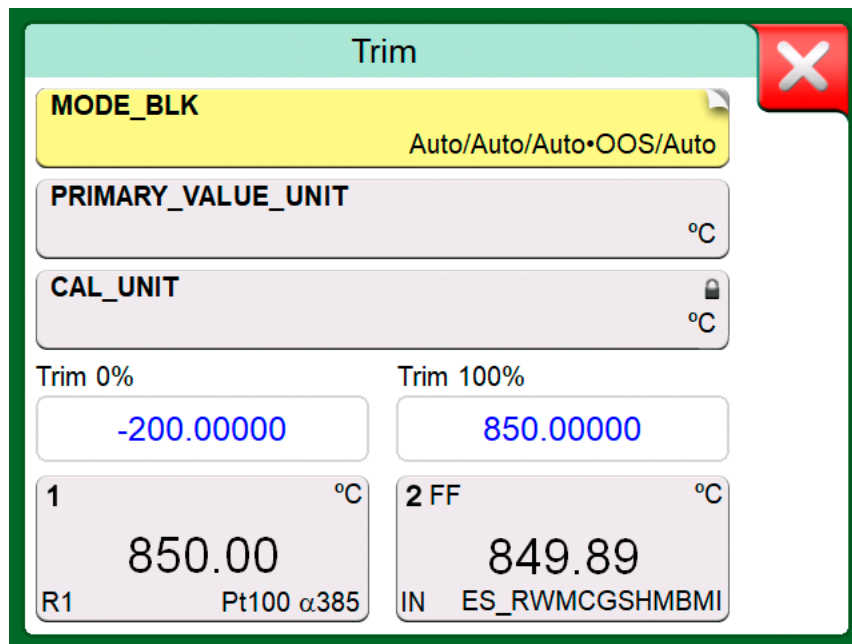

Abbildung 126: Beispiel des Abgleichfensters eines Feldbus-Instruments
Über die Menü-Option **Abgleich starten** wird ein Fenster wie in Abbildung 126: Beispiel des Abgleichfensters eines Feldbus-Instruments auf Seite 141 geöffnet. Die Liste der Blöcke und Parameter hängt von der Gerätebeschreibung des Instruments ab. Im unteren Teil des Fensters finden Sie Bereiche, in denen die Ein- (1) und Ausgangswerte (2) angezeigt werden.